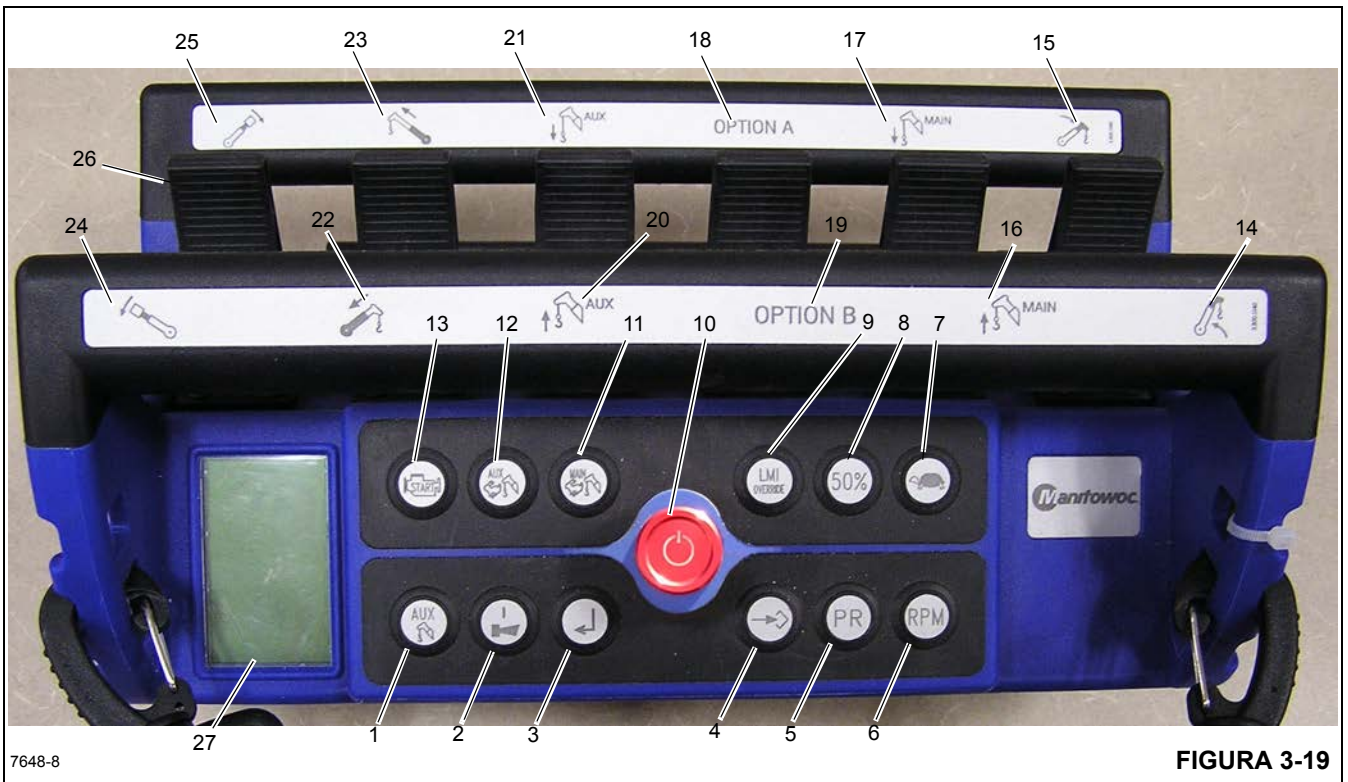
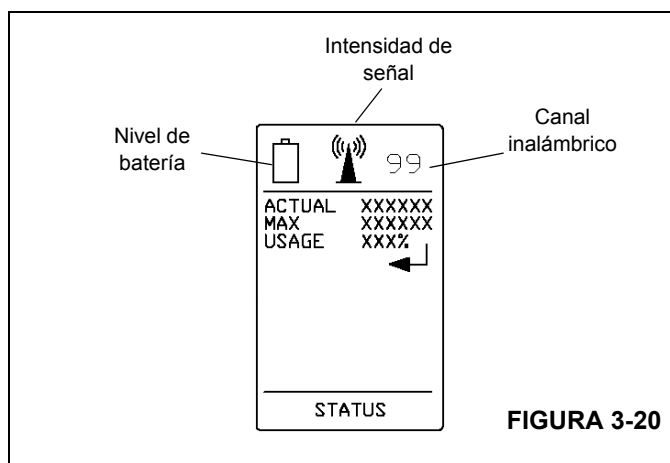

FIGURA 3-19
FIGURA 3-20
Si su grúa está equipada con el control remoto completo opcional de la grúa (Figura 3-19) (control remoto grande de color azul oscuro suministrado con un cinturón), vea el manual de opciones de control remoto por radio para las instrucciones de uso.
Una vez que termine de utilizar este control remoto, se puede almacenar y cargar en la base de carga de 12 V ubicada en la cabina de la grúa en el bolsillo del manual de tablas de carga (1, Figura 3-20).
El control remoto de la grúa opcional (Figura 3-19) permitirá el control remoto completo de la grúa. El control remoto estándar se inhabilita cuando se utiliza el control remoto opcional de la grúa.
La pantalla LCD (27, Figura 3-19 y Figura 3-20) se usa para comunicar la intensidad de la señal, el nivel de carga de la batería, el canal inalámbrico, el estado del control remoto y la configuración de la grúa basado en los botones que están pulsados. También se visualiza la información del RCL al operador y se puede conmutar presionando el interruptor de pantalla RCL de la grúa (3). La siguiente información del RCL está disponible para el operador en la pantalla LCD:
Para usar este control remoto, el botón rojo de PARADA (10, Figura 3-19) debe oprimirse para encender el transmisor.